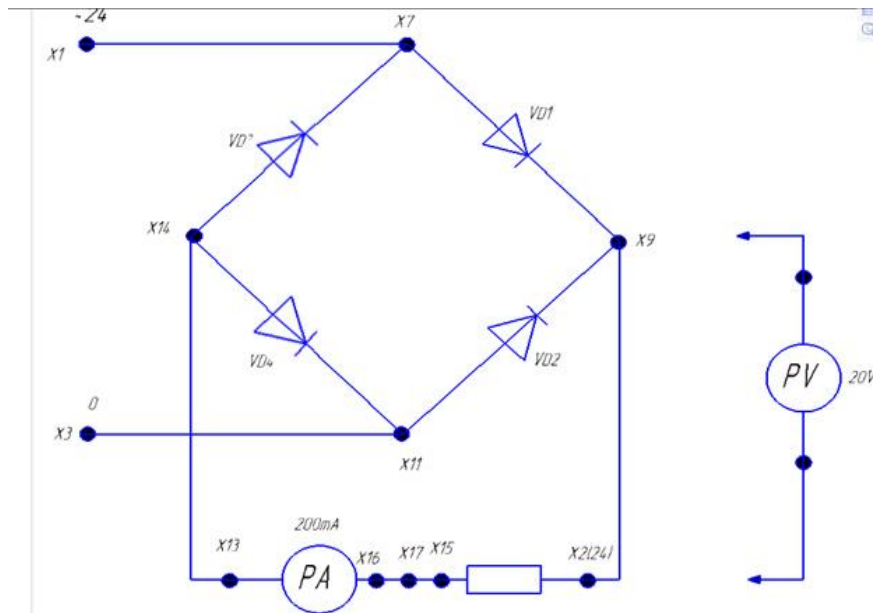

Рис.3
**4.1.**Собрать схему мостового выпрямителя с нагрузкой R2( без подсоединения к клеммам вторичной обмотки трансформатора) и измерительными приборами согласно рис. 3